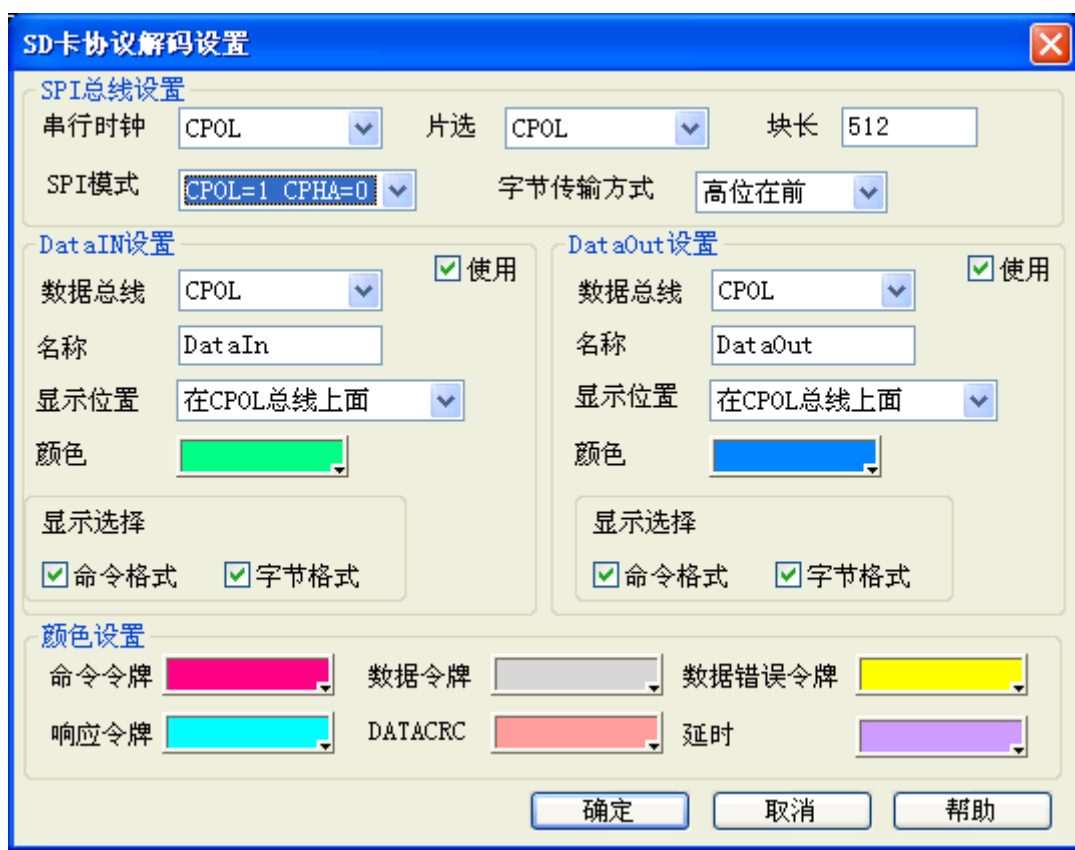

图 11.20 SD 卡协议解码设置界面
1. 选择菜单中【工具】-【插件管理器】选项，弹出“插件管理器”。可以选择插件进行解码设置。在插件管理器的插件列表框中列出的插件选择SD卡协议分析插件如图 11.21所示。之后单击“设置”按钮，弹出SD卡协议分析插件设置窗口，见图 11.20。